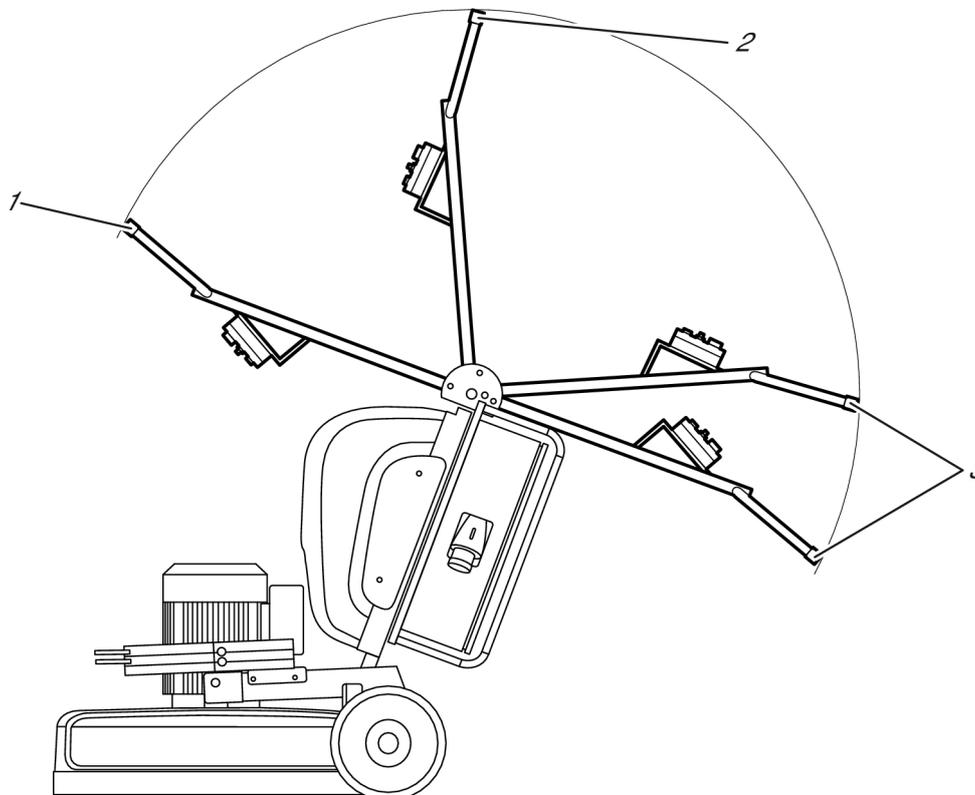

Рисунок 4-1. Положения ручки
1. Установите ручку в заднее положение, см. Рисунок 4-1, стр. 15.
4. Установите регулятор в рабочее положение, см. Рисунок 4-1, стр. 15.